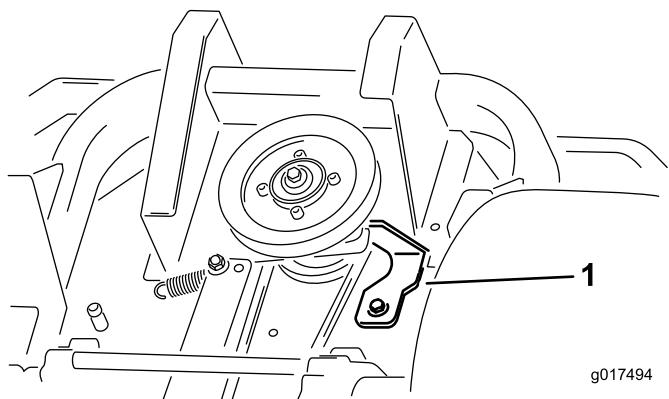

Figura 58
- Retire el tope del embrague ilustrado en Figura 58.
9. Instale el tope del embrague ilustrado en Figura 58.